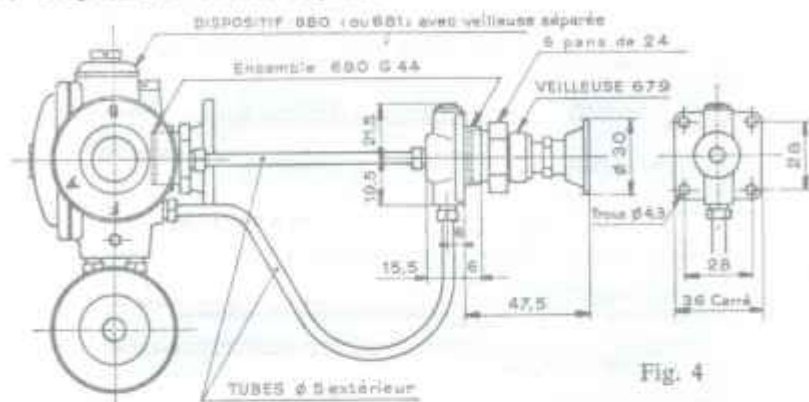

Fig. 4
**Cas des radiateurs à ventouse.** — On peut utiliser les schémas des figures 4 et 6, mais il est préférable de nous consulter spécialement pour déterminer la meilleure solution, afin de résoudre ce problème.